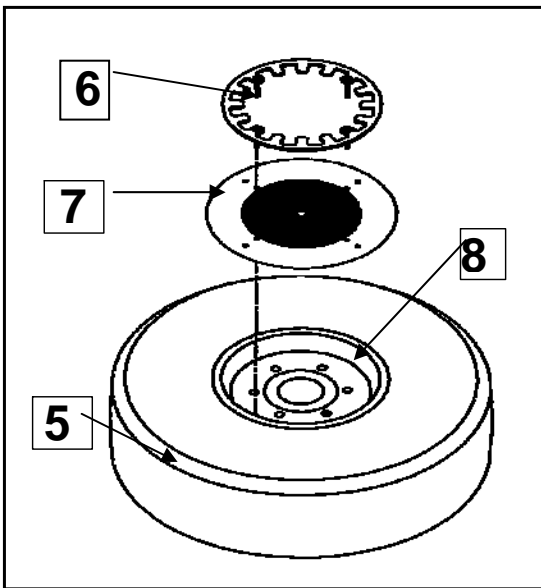

Fig.3
- Per iniziare, la ruota (5) alla quale deve essere montato l'anello (6) deve essere smontata (Fig. 3)
- Spingere la dima lungo le 4 viti lunghe dell'anello (6) e allineare l'anello in posizione centrale rispetto al bordo del cerchio, all'apertura del mozzo e a tutte le altre forme circolari della ruota con l'aiuto dei cerchi e della dima. Questo può essere fatto sia nella parte esterna che in quella interna della ruota (Fig. 3)
- A questo punto i fori (8) sono marcati, centrati e forati con una foratura da 10.5mm. (Fig.3)